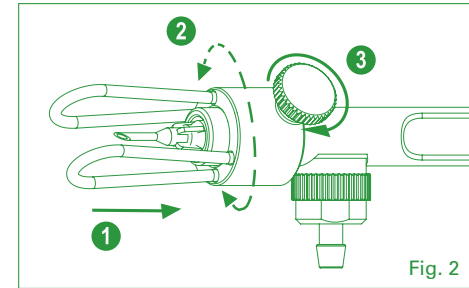

Fig. 2
- 2. Inserire il FishGuide™ fino al contrafforte, regolare la posizione, stringere dolcemente la vite con il pollice (Fig. 2).
- 2. Insertar el FishGuide™ hasta el límite, ajustar la posición y apretar suavemente el tornillo con el pulgar (Fig. 2).
- 2. Insira o FishGuide™ até ao limite, ajuste a posição, aperte suavemente o parafuso de aperto manual (Fig. 2).